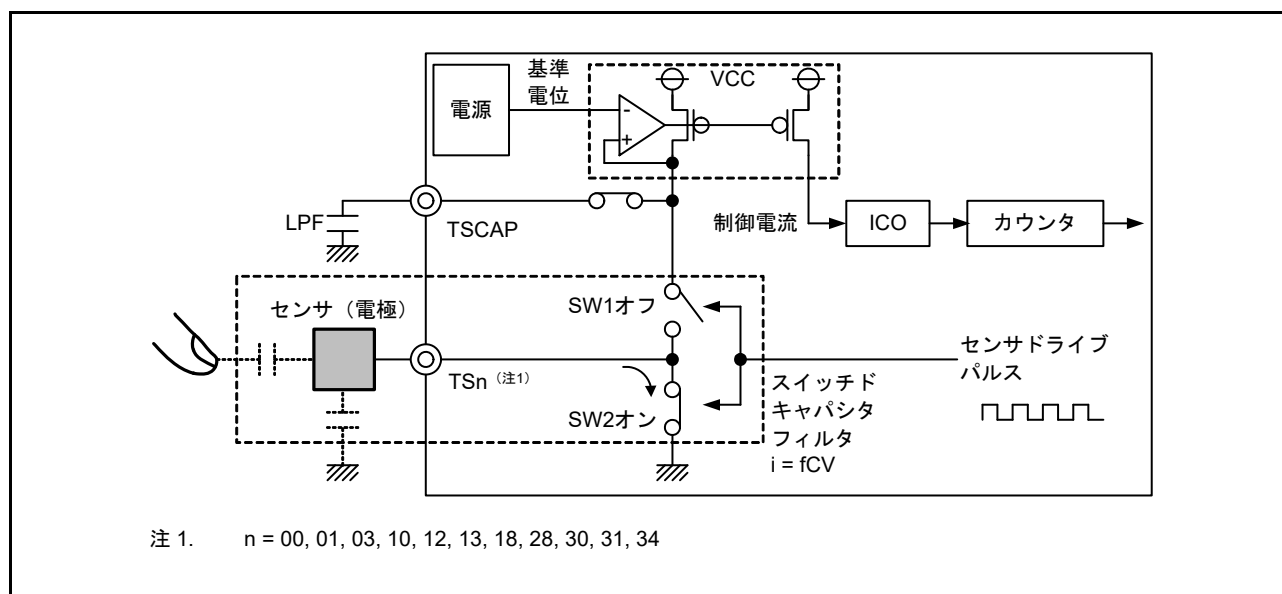

図 40.6 **放電動作**
2. SW1: OFF、SW2: ON にすることで、充電された容量は放電されます。図 40.6 を参照してください。